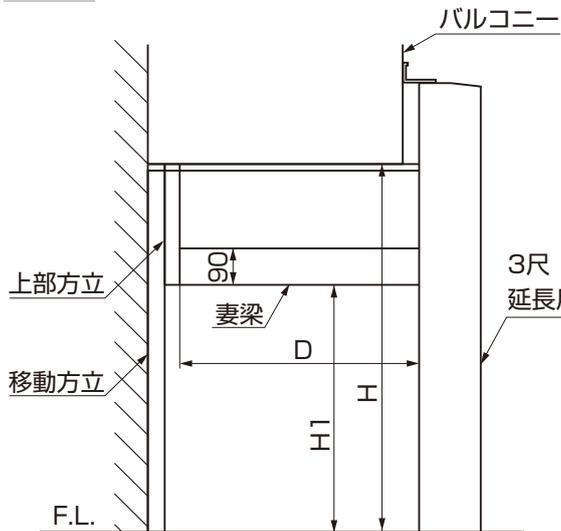

図21-15
- ① F.L.からバルコニー下面まで (H寸法) を測定してください。(図21-15参照)